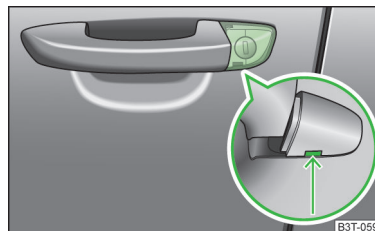

Fig. 194
- Insérez la clé du véhicule dans l'évidement sur le bas du cache et rabattez ce dernier vers le haut » fig. 194.